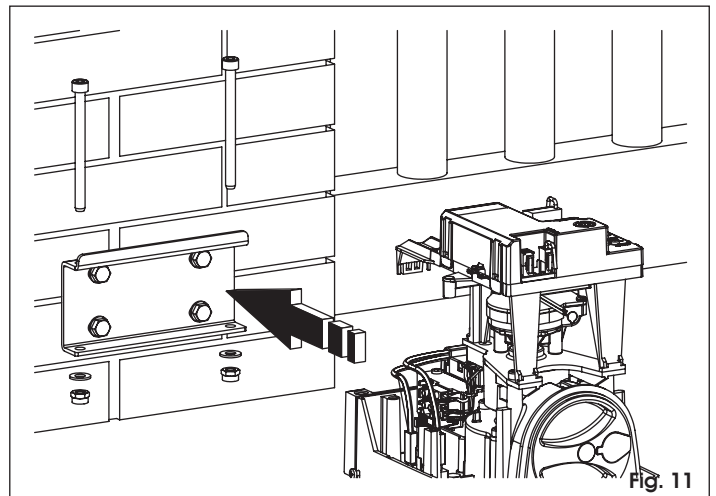

Fig. 11
4. Positionner l'opérateur sur la patte qu'on vient de fixer avec les deux vis M8x100 et les écrous correspondants fournis (Fig. 11).